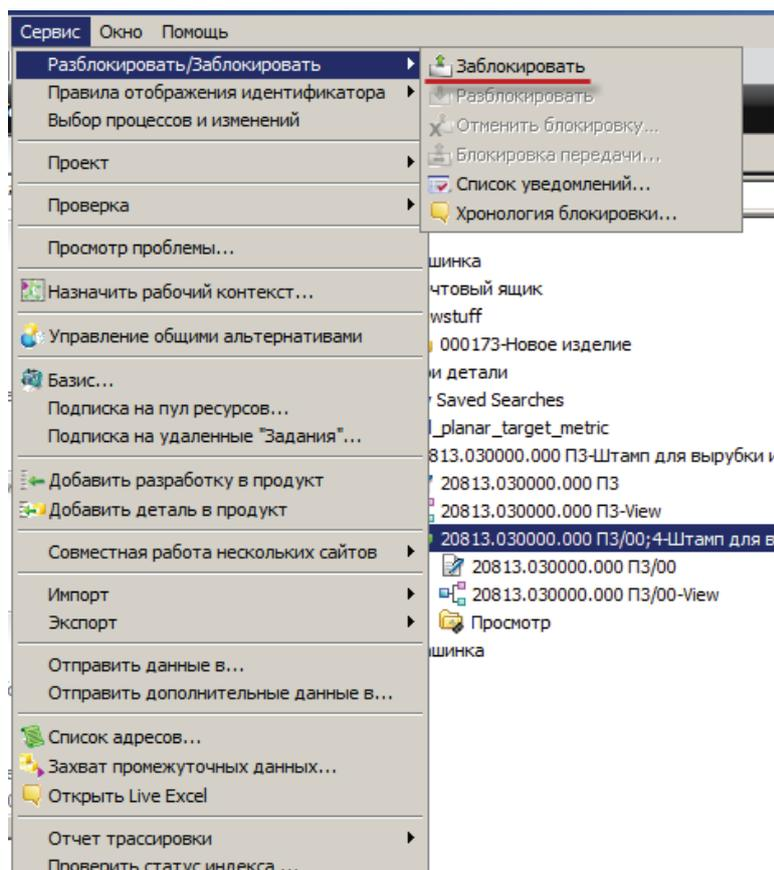

Рисунок 9.7
- выбрать необходимый объект и в главном меню выбрать пункт **Сервис > Разблокировать/Заблокировать > Заблокировать** (рис. 9.7);